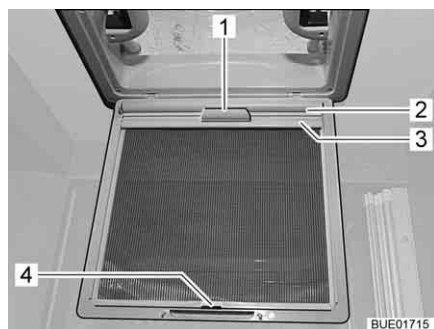

Fig. 48 Oscurante a rullo
- Tirare l'oscurante a rullo (Fig. 48,2) dalla maniglia (Fig. 48,1) e agganciare il listello di supporto (Fig. 48,3) ai ganci (Fig. 48,4) sulla protezione contro gli insetti.
- Staccare il listello di supporto (Fig. 48,3) dai ganci (Fig. 48,4) e ricondurre lentamente l'oscurante a rullo (Fig. 48,2) sulla maniglia (Fig. 48,1).